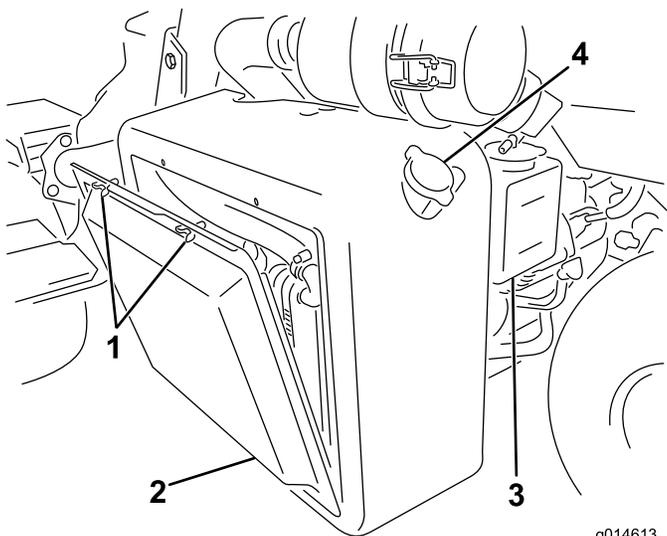
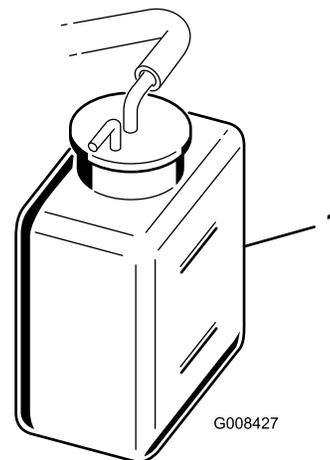

Figure 50
Figure 51
1. Retirez l'écran du radiateur (Figure 50).
2. Contrôlez le niveau de liquide de refroidissement (Figure 50 et Figure 51).